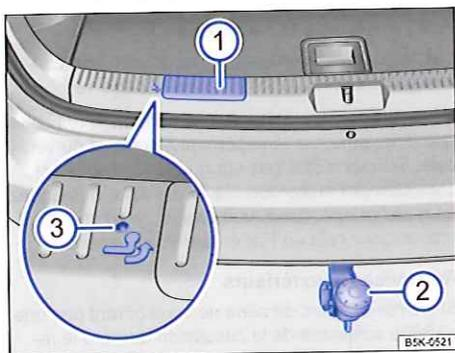

Fig. 114 Dans le coffre à bagages : basculement de la boule d'attelage
- Assurez-vous qu'aucune personne ni objet ne se trouve dans le débattement de la boule ⇒ fig. 114 ② puis tirez la poignée ① jusqu'au basculement de la boule.
- Lorsque la boule a basculé mais ne s'est pas encliquetée, le témoin de contrôle ③ situé à côté de la poignée clignote en rouge.
- Faites basculer davantage la boule jusqu'à ce qu'elle s'encliquette de manière audible et perceptible et que le témoin de contrôle ③ situé à côté de la poignée s'allume en vert.